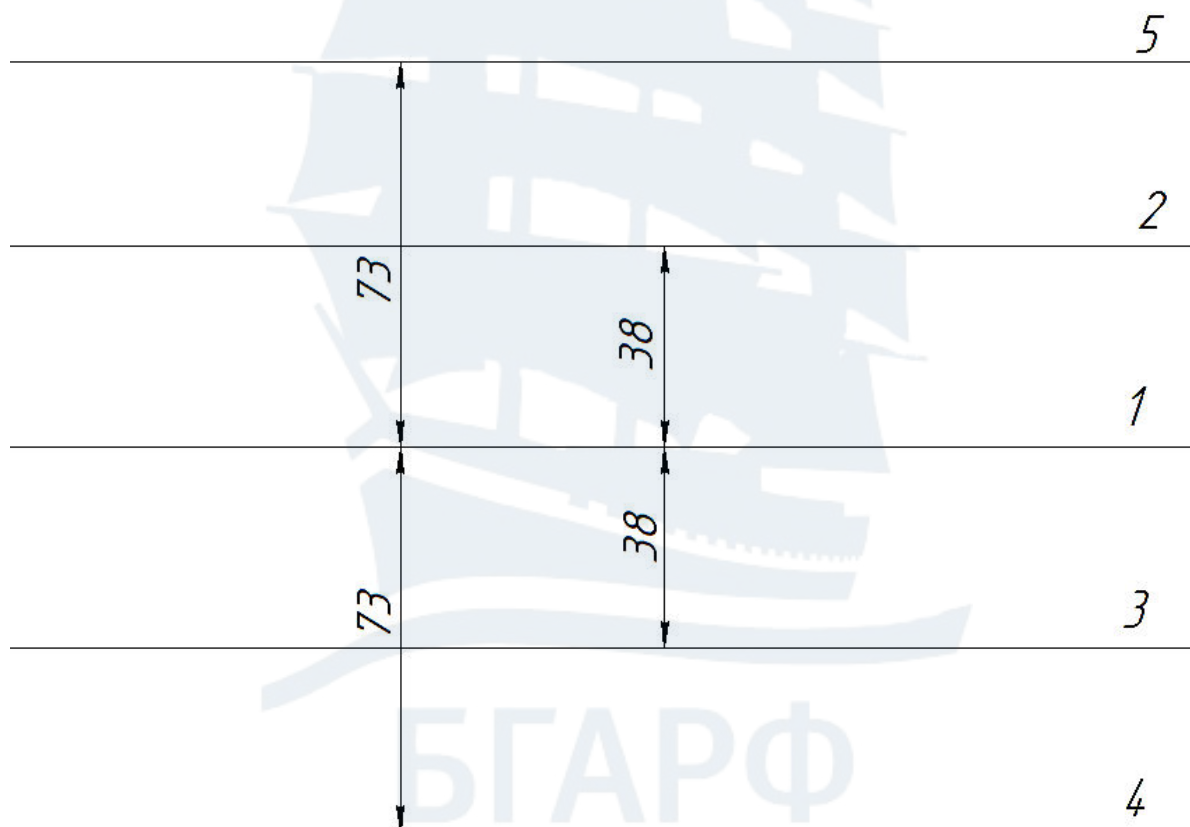

Рис. 120
1. Начертить вспомогательные горизонтальные прямые, используя команду **Сместить (Подобие)** или опцию **Отступ** (рис. 120).